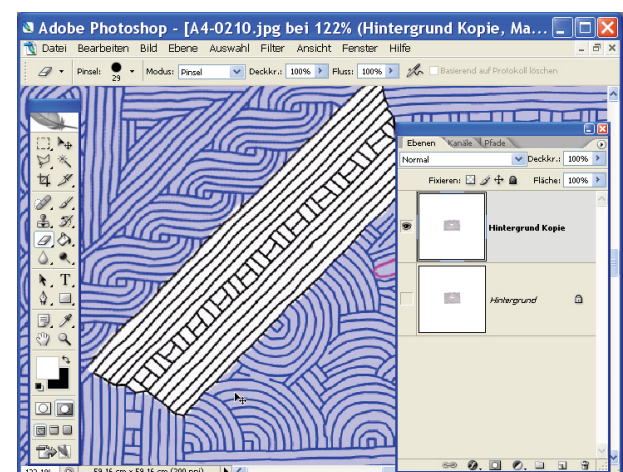

Abb. 11-79: Auswahl im Maskierungsmodus
- Datei mit Kartierung öffnen ► Bild liegt auf *Hg-Ebene* (Abb. 11-79)
- MM: die Auswahl kontrollieren (hier im Beispiel Abb. 11-79 wurde als Maskenfarbe BLAU gewählt), gegebenenfalls mit dem W PINSEL korrigieren.